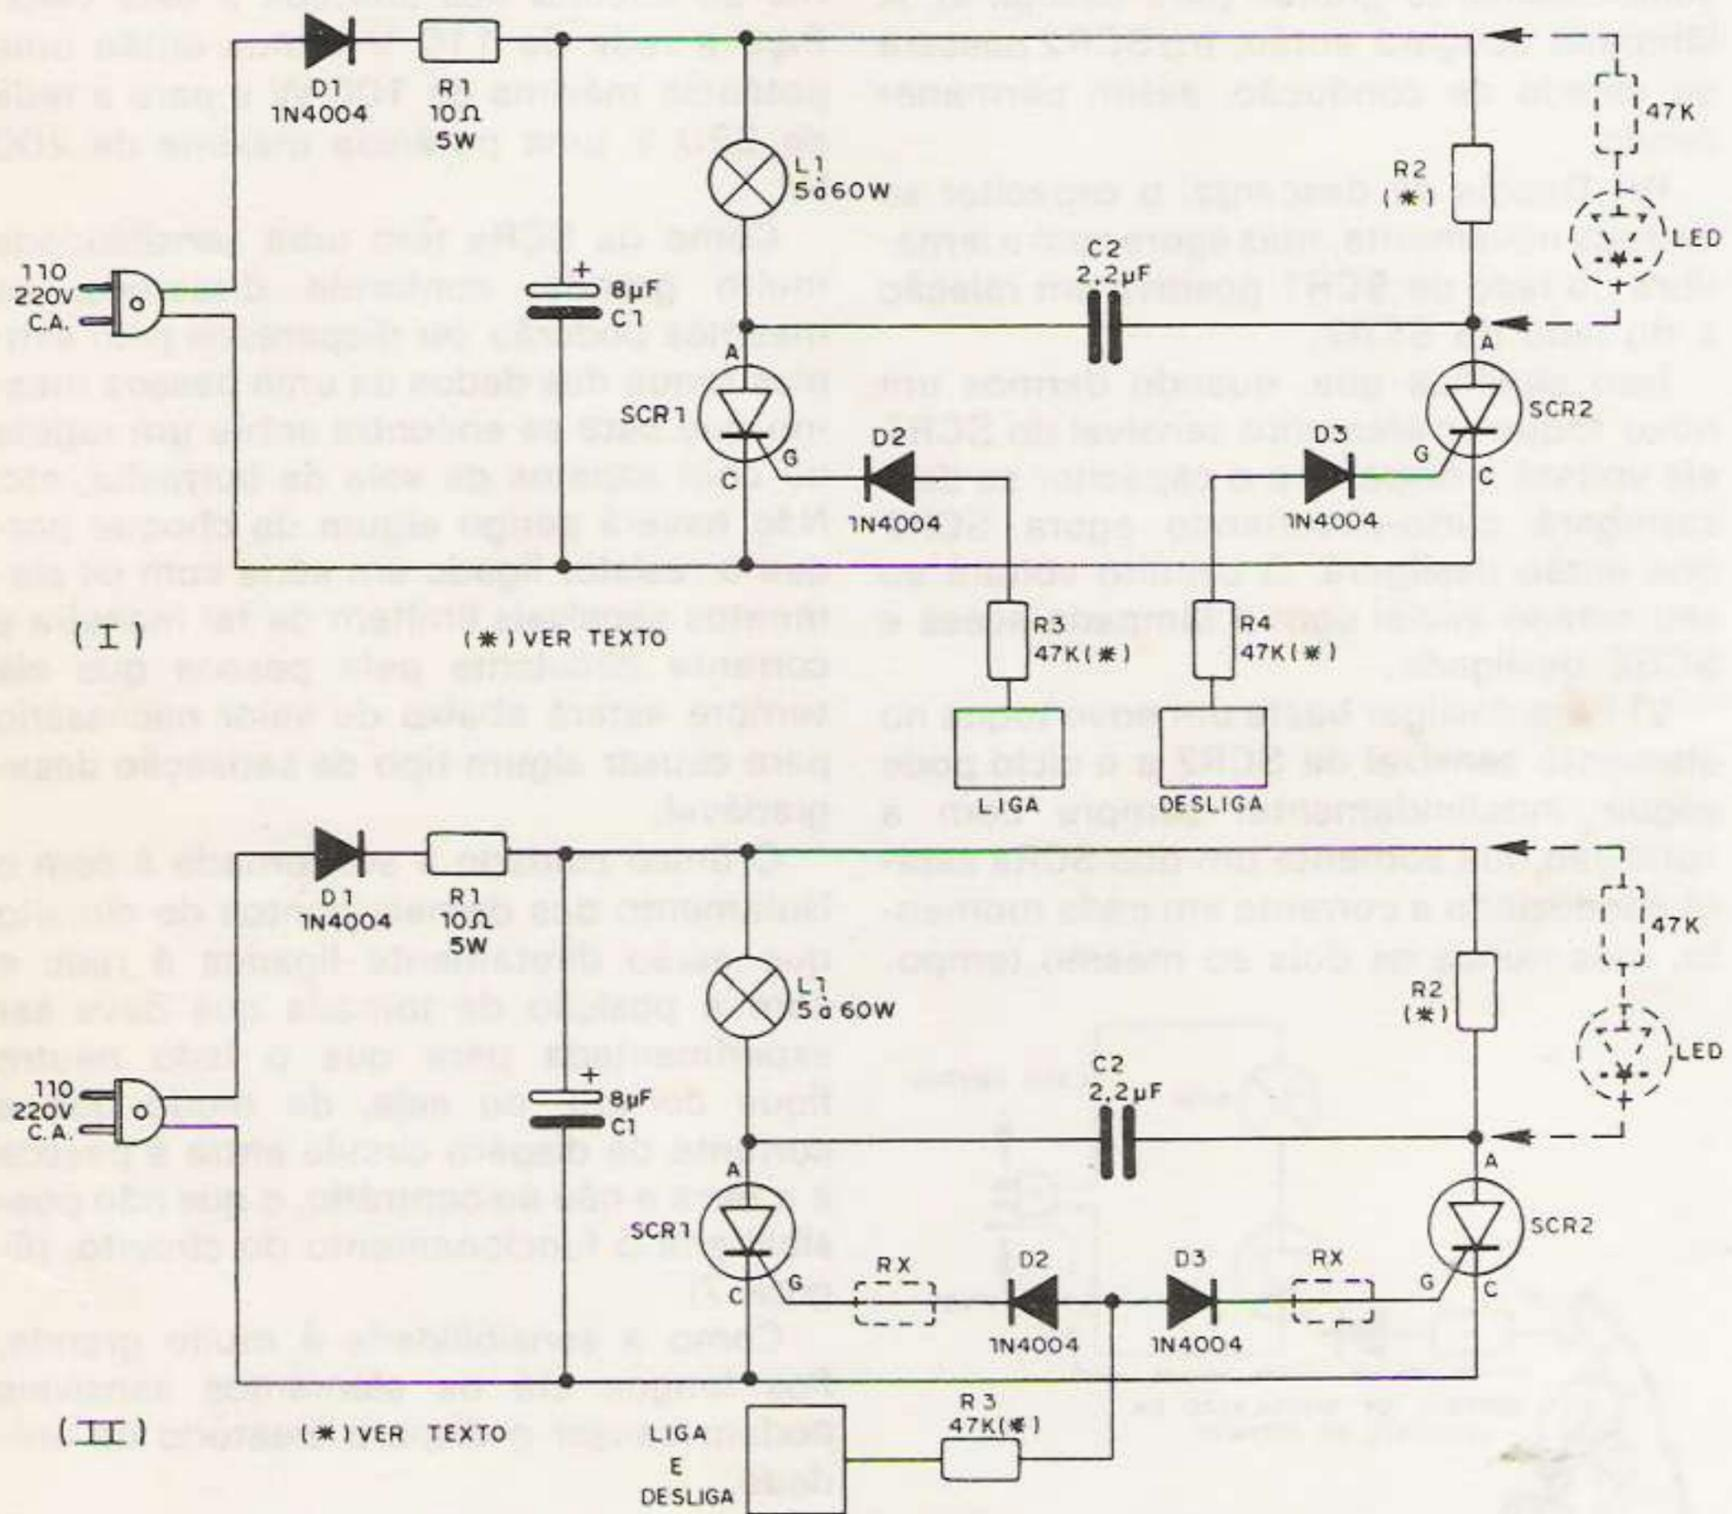

FIGURA 8
Na figura 8 temos o circuito completo de nossa Chave de Toque Mágica em suas duas versões: em (I) a versão para acionamento por dois elementos sensíveis que é menos crítica, e em (II) a versão para acio-